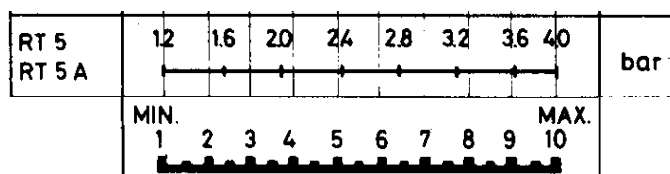

Fig. 4
- a) Rotiti butonul (1) pana cand indicatorul scarii (2) se pozitioneaza la valoare presiuni la care se doreste repornirea arzatorului;
- b) Demontati capacul presostatului si pozitionati tamburul (3) la valoarea aleasa pentru diferential (oprirea arzatorului) in baza diagramei din Fig. 4.